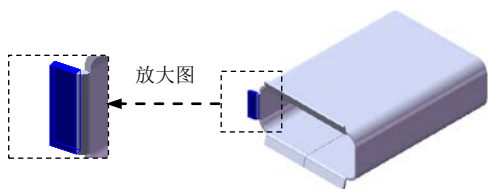
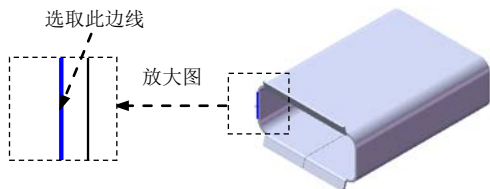

图 10.23 边线—法兰 4
图 10.24 边线法兰的边线
Step6. 创建图 10.23 所示的钣金特征——边线—法兰 4。选取图 10.24 所示的模型边缘为生成的边线法兰的边线，详细操作过程请参照 Step3。